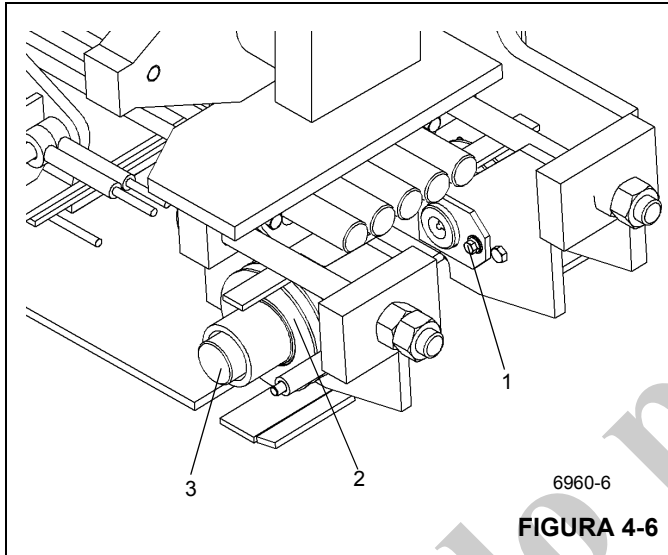

FIGURA 4-6
- En los dos lados, saque los pernos (1) que fijan cada miembro soldado de eje de polea de retracción. Retire el eje, el buje espaciador, el conjunto de polea y las dos arandelas de empuje (3) (Figura 4-6). De ser necesario, quite la grasera del miembro soldado de eje.